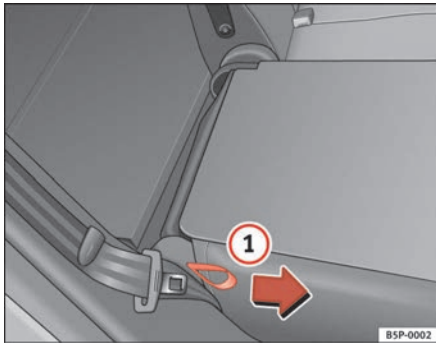

Abb. 99 Umklappen bzw. Aufrechtstellen der Rück-sitzlehne
- Ziehen Sie die seitliche Zugschleife am Sitz ⇒ Abb. 99 ① in Pfeilrichtung und klappen Sie die Lehne hoch, bis sie einrastet.